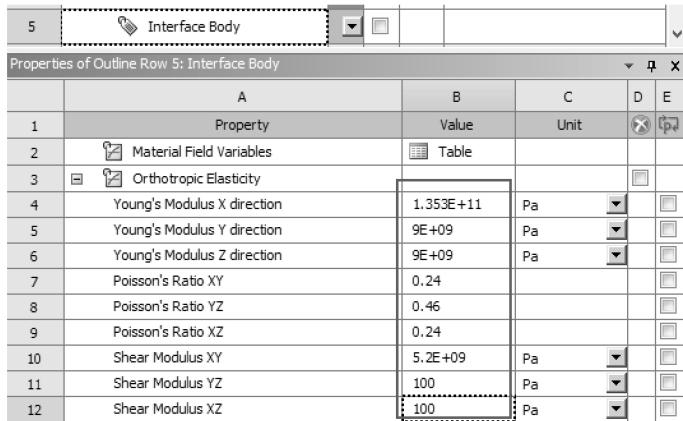

图 8-19 创建界面梁材料
(4) 在工程数据属性中增加新界面梁材料:【Outline of Schematic A2: Engineering Data】→【Click here to add a new material】输入新材料名称 Interface Body。在左侧单击【Linear Elastic】展开→双击【Orthotropic Elasticity】→【Properties of Outline Row 5: Interface Body】→【Young's Modulus X direction】= $1.353\text{E}+11\text{Pa}$, 【Young's Modulus Y direction】= $9\text{E}+09\text{Pa}$, 【Young's Modulus Z direction】= $9\text{E}+09\text{Pa}$, 【Poisson's Ratio XY】= 0.24, 【Poisson's Ratio YZ】= 0.46, 【Poisson's Ratio XZ】= 0.24, 【Shear Modulus XY】= $5.2\text{E}+09\text{Pa}$, 【Shear Modulus YZ】= 100Pa , 【Shear Modulus XZ】= 100Pa , 其他默认, 如图 8-19 所示。